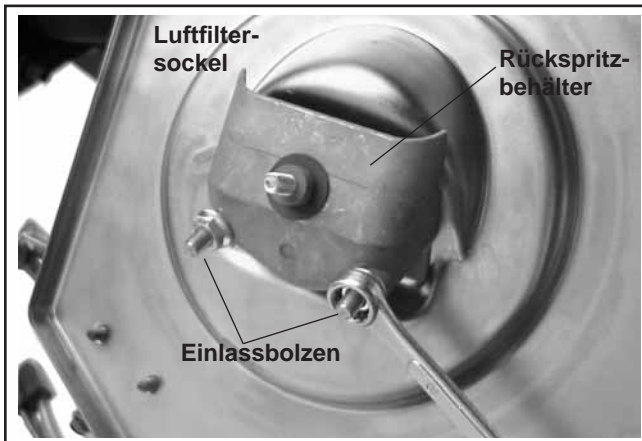

Abbildung 9-6. Rückspritzbehälter und Luftfiltersockel demontieren.
- Entfernen Sie die Sechskantflanschmuttern von den Befestigungsbolzen und nehmen Sie wie erforderlich Luftfilterhalterung, Rückspritzbehälter oder Sammelplatte und Dichtung ab. Siehe Abbildung 9-6.